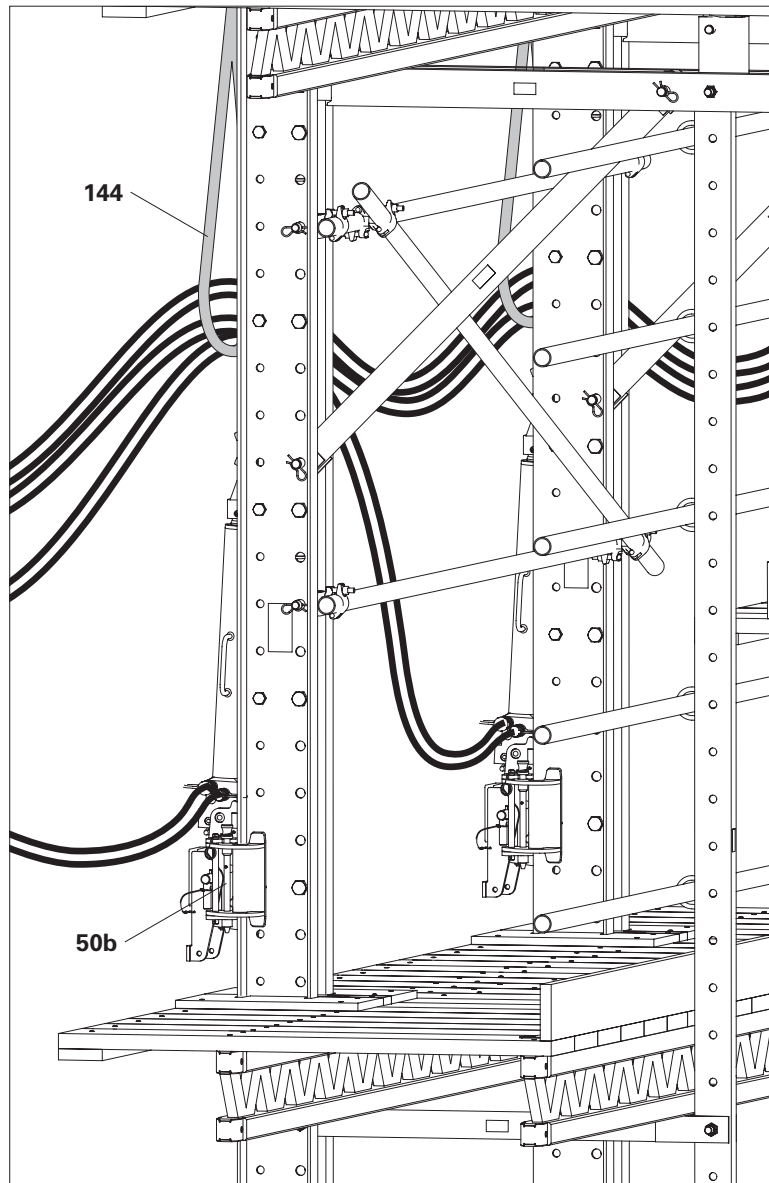

Fig. D7.02
La traslazione è controllata dalla piattaforma intermedia dell'unità di ripresa adiacente. (Fig. D7.02)
3. Far passare i tubi idraulici tra la parete e le guide di ripresa assicurandosi che non vi siano anelli e sospenderli ai dispositivi da parete con mezzi idonei, ad es. una fune o una cinghia di tensionamento (**144**). (Fig. D7.02)